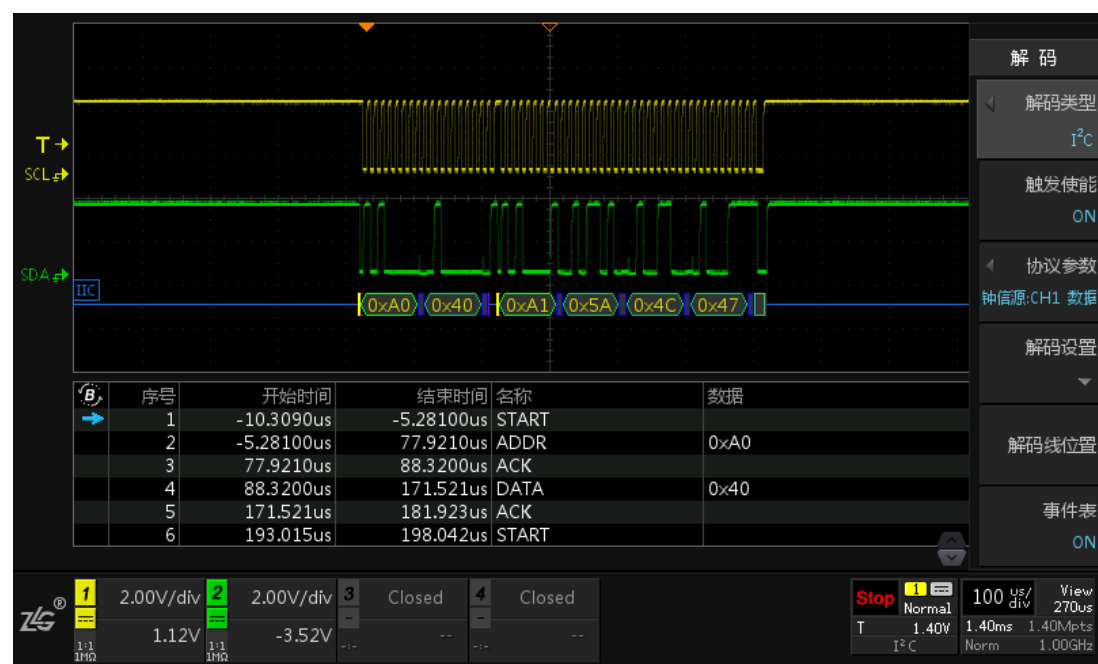

图 15-25 I2C 协议解码图（7 位地址模式）
- 按下【事件表】软键，使其显示 ON，用户可以通过查看事件表更清晰地了解 I2C 协议信号。同时可以通过旋转旋钮 B 来查看各个事件，在停止状态下，短按旋钮 B 可定位到选中的解码事件，如图 15-25。在停止状态下可点击【事件导出】，具体可参考 21.4 报表生成。